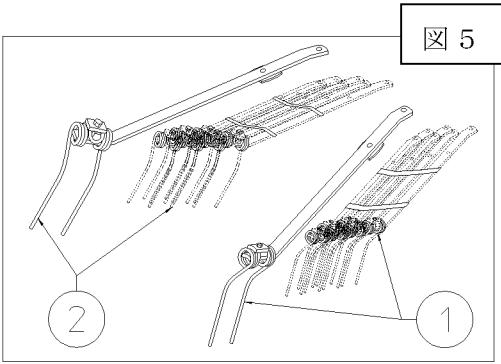

図5
(7)図5・6：タインバー①を右側のロータ(RH TINE)に、タインバー②を左側のロータ(LH TINE)に取付けます。タインバー先端の穴を、ロータの中央部分に出来るネジ部に合わせ、ボルト⑤バネザガネ⑥、ワッシャ⑦で固定します(VIEW FROM "K"参照)。